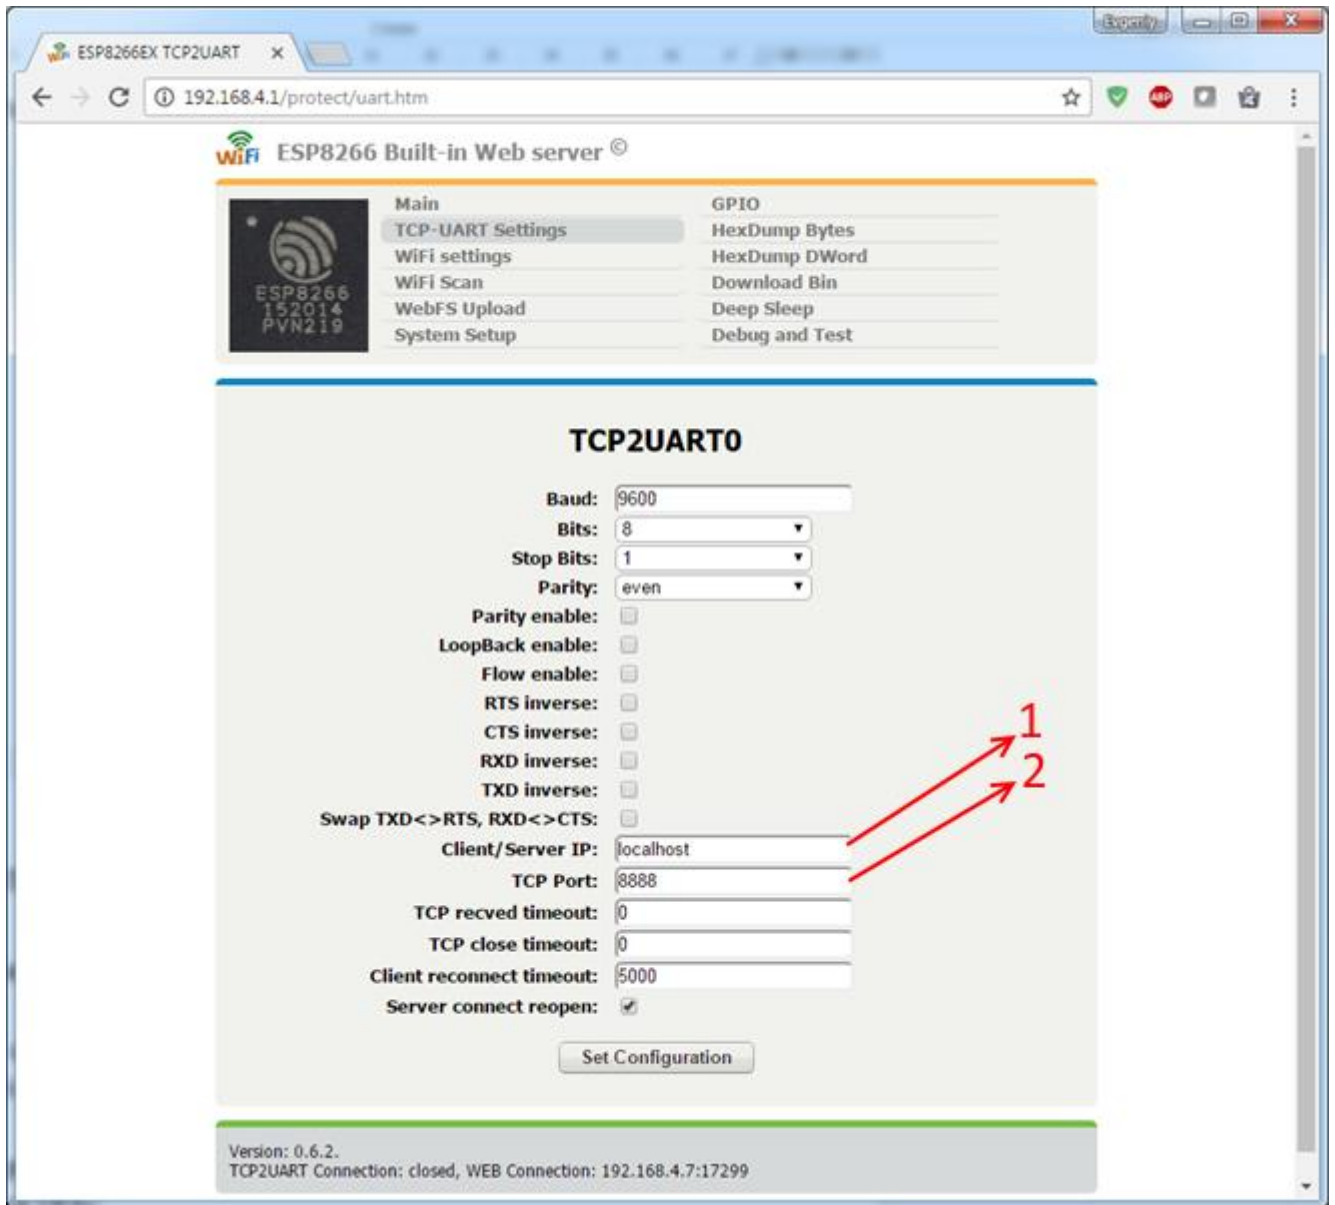

Рисунок 18 – Настройка подключения устройства
Для использования автоматике с отправкой данных на сайт необходимо открыть «TCP-UART Settings», рисунок 18, и указать адрес сервера в пункте «Client/Server IP» (1), порт сервера в пункте «TCP Port» (2).